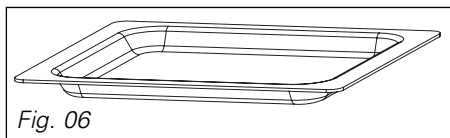

Fig. 06
• **La lèche-frite en verre (Fig.06) :**